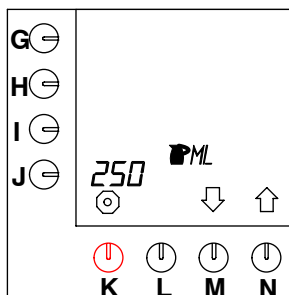

Fig. 36 Contenuto di un bricco
- Premere il tasto di selezione (N.)↑ fino a che sullo schermo viene visualizzato quanto illustrato nella fig. 36 .